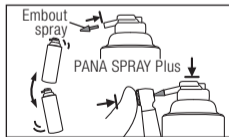

Fig. 35
- Agitez le bidon 3 ou 4 fois, puis appuyez doucement sur le bouton-poussoir pour vaporiser directement dans le trou d'insertion de la fraise (Fig. 35).